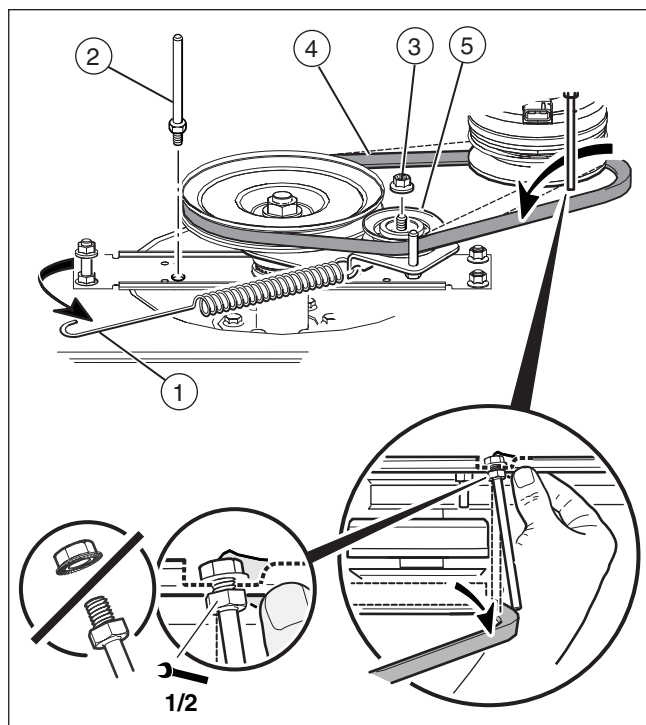

Figura 34
2. Desconecte el resorte de extensión (1) del poste de la plataforma del cortacésped.
3. Suelte la guía de la correa (2) de la polea de transmisión (consulte la **Figura 34**).
4. Retire la tuerca con brida (3) de la parte superior de la polea loca (4) y retire la polea loca.
5. Retire la correa de transmisión del cortacésped (5).